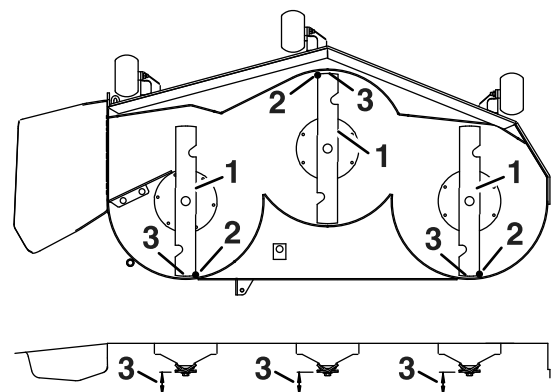

Figura 61
4. Gire cuidadosamente las cuchillas colocándolas en el sentido de avance de la máquina (Figura 61).
5. Mida entre la punta de la cuchilla delantera y la superficie plana y entre la punta de la cuchilla trasera y la superficie plana (Figura 61).